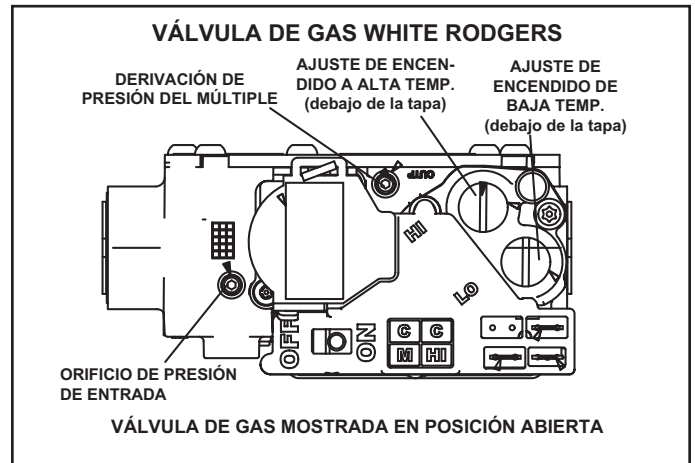

FIGURA 24
Operación de la válvula de gas (FIGURA 24)
- 6 - Mueva el interruptor en la válvula de gas a la posición OFF (apagado). No lo fuerce. Ver FIGURA 24.
- 8 - Mueva el interruptor en la válvula de gas a la posición ON (apagado). No lo fuerce. Ver FIGURA 24.
- 4 - Mueva el interruptor en la válvula de gas a la posición OF (apagado). No lo fuerce. Ver FIGURA 24.
Un tapón roscado en la válvula de gas permite acceso a la presión de suministro. Ver FIGURA 24. Retroceda el tornillo hexagonal de 3/32 una vuelta, conecte un tubo de 5/16 y conéctelo a un manómetro para medir la presión de suministro. Ver la TABLA 21 para la presión de la línea de suministro.
Un orificio de presión del múltiple en la válvula de gas permite acceso a la presión del múltiple. Ver FIGURA 24. Retroceda el tornillo hexagonal de 3/32 una vuelta, conecte un tubo de 5/16 y conéctelo a un manómetro para medir la presión del múltiple.
- 4 - Haga ajustes si es necesario. La FIGURA 24 muestra la ubicación de los tornillos de ajuste de encendido de alta y baja temperatura.